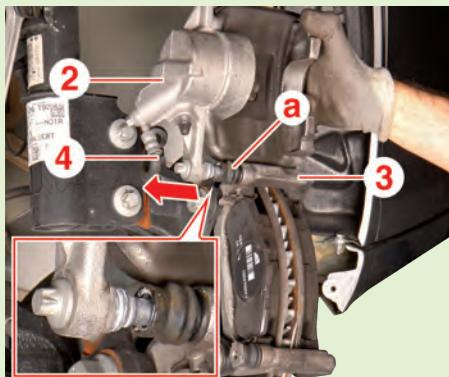
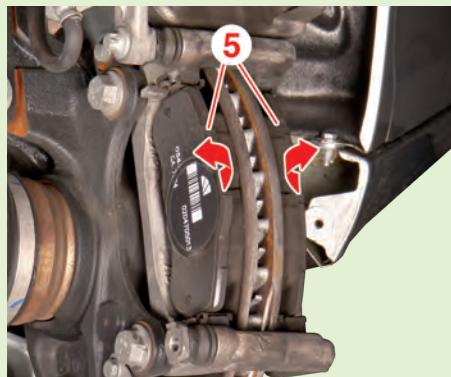

Fig.4
Fig.5
- Si le disque de frein doit être remplacé (Fig.4) :
- Dégager l'étrier de frein (2) de son support (3) en dégrafant le soufflet (a).
- Ceci, afin d'éviter que le flexible de frein (4) soit en contrainte.
- Sortir les plaquettes de frein (5) de leur logement pour les déposer (Fig.5).